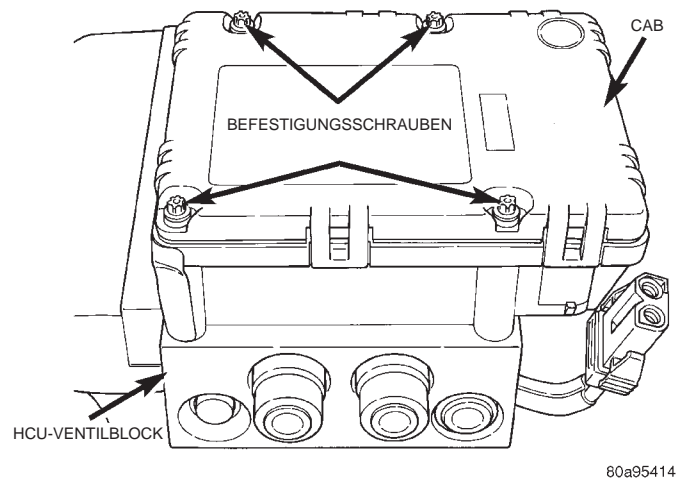

Abb. 15 CAB-Befestigungsschrauben
(3) Die 4 Schrauben (Abb. 15) lösen, mit denen das CAB an der HCU befestigt ist.
(2) Die 4 Schrauben eindrehen, mit denen das CAB (Abb. 15) an der HCU befestigt wird. CAB-Befestigungsschrauben mit einem Anzugsmoment von 2 N·m (17 in. lbs.) festziehen.